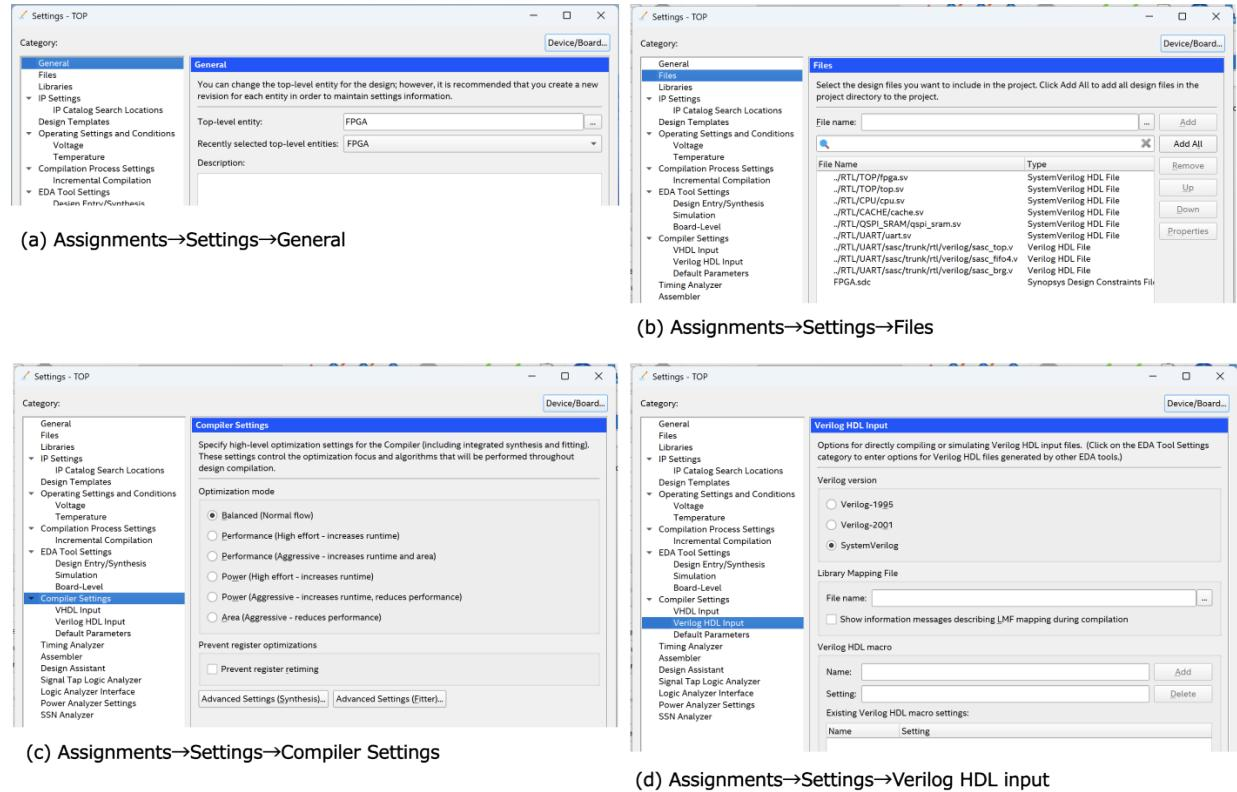

図 1.39: Quartus Prime のプロジェクト設定
- **プロジェクト設定:** メニュー **Assignments → Settings** を選択して表示される画面を図 1.39 に示します。